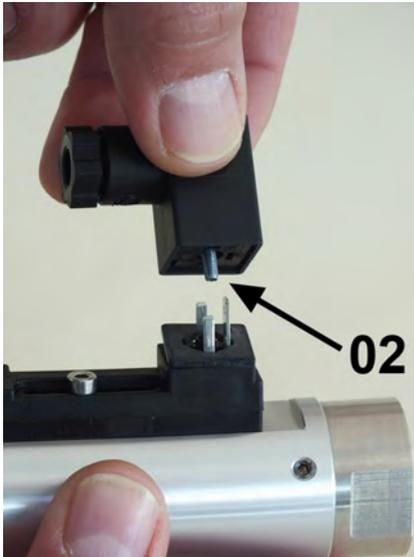

Abb. 54: Steckerdose abziehen
2. ➤ Steckerdose mit dazugehöriger Dichtung (Abb. 54/02) nach oben abziehen